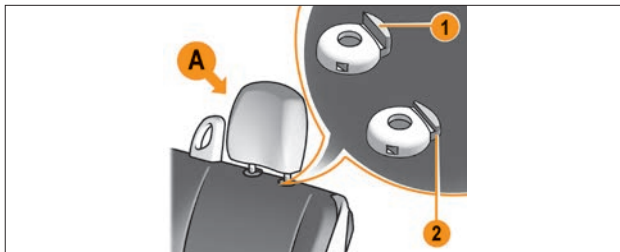

Рис. 2.2.1. Подголовники типа А сиденья второго ряда
- Подголовники типа А (рис. 2.2.1).
Чтобы опустить его вниз, нажмите одновременно на фиксатор 1 (рис. 2.2.1 или 2.2.2) и на подголовник.
Снятие подголовников. Одновременно нажмите на фиксаторы 1 и 2 (рис. 2.2.1 или 2.2.2) каждого стержня подголовника, затем вытяните подголовник.